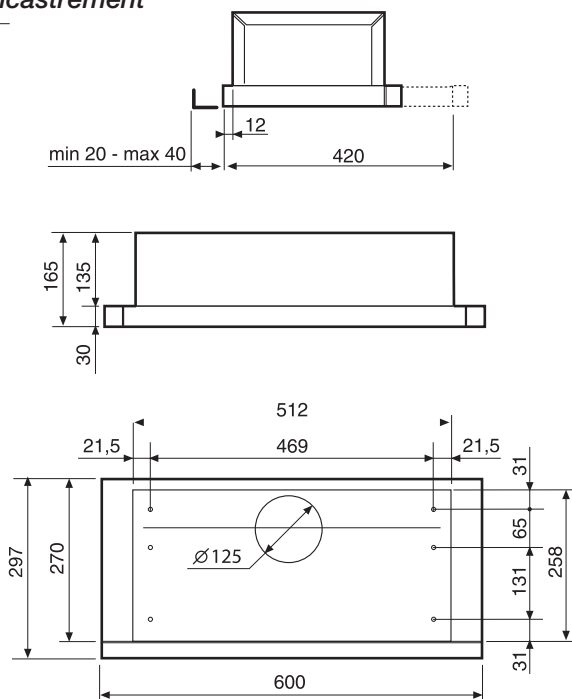

Fig. 1
- Ce genre d'appareil doit être encastré à un panneau ou à un support. Pour le fixation utiliser les 4 vis adaptées au type de meuble, perçant les trous selon le schéma (Fig.1)